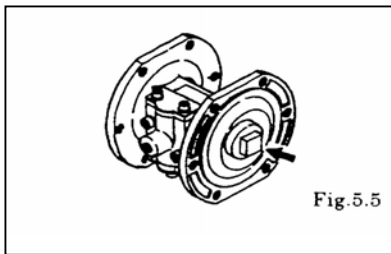

Fig.5.5
- Bouw de buitenste steunschijf van de ene zijde af. [Fig. 5.5]